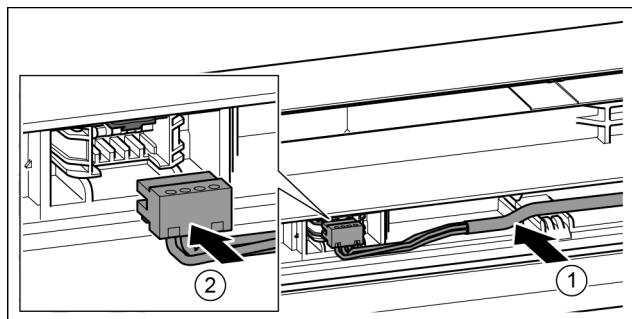

Fig. 43
- Graues Kabel in die Führung in der oberen Tür einlegen. Fig. 43 (1)
- Stecker einrasten. Fig. 43 (2)